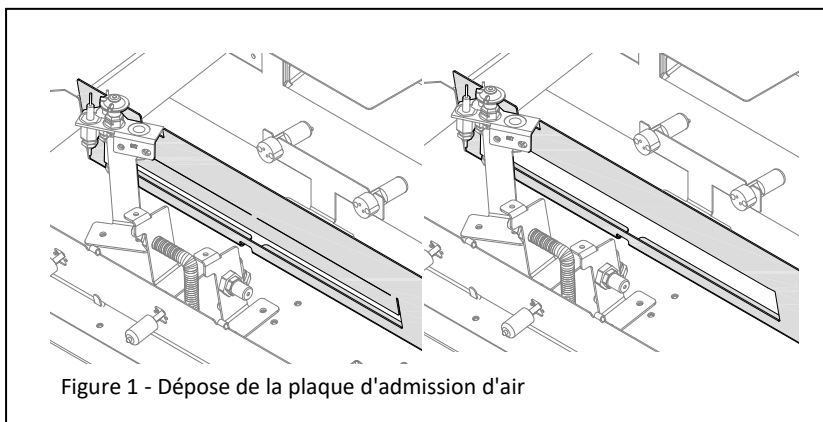

Figure 1 - Dépose de la plaque d'admission d'air
1. La plaque d'admission d'air est montée sur le tableau de commande. Pliez au niveau de la perforation jusqu'à ce que la plaque se détache et jetez-la. L'image de gauche de la figure 1 montre la plaque telle qu'elle est expédiée et l'image de droite montre la pièce métallique perforée retirée.